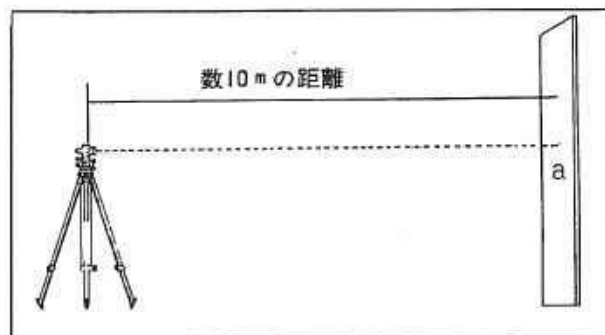

図56
- 1) 数10mの距離で、ほぼ水平方向に明確な目標をさがします。（図56）